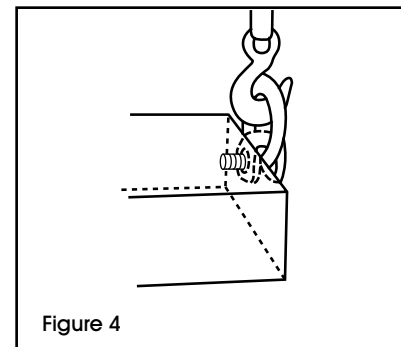

Figure 4
- Les élingues doivent être fixées de manière sûre à leurs chargements. (Voir Figure 4)